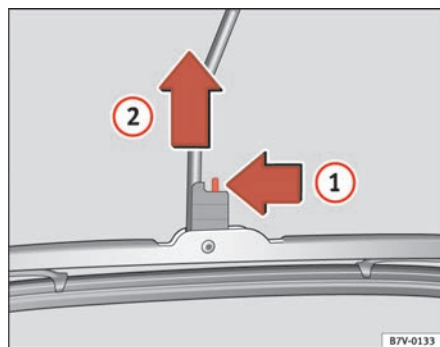

Abb. 146 Scheibenwischer hinten wechseln
- Entriegeln Sie das Wischerblatt in Pfeilrichtung ⇒ Abb. 146 ① und ziehen Sie gleichzeitig das Wischerblatt etwas in Pfeilrichtung ②.
- Nehmen Sie das Wischerblatt entgegen der Pfeilrichtung ② ab.
- Schieben Sie ein neues Wischerblatt **gleicher Länge und Ausführung** etwas in Pfeilrichtung ② und hängen Sie das Wischerblatt in den Wischerarm ein.
- Ziehen Sie das Wischerblatt entgegen der Pfeilrichtung ② bis es einrastet.